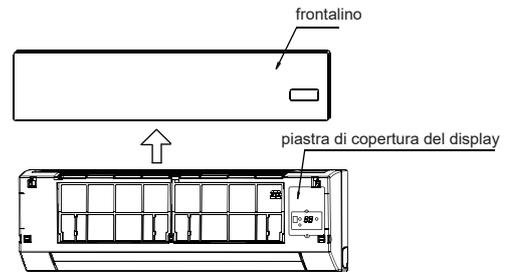

Fig. 7-1
1. Estrarre il frontalino, quindi smontare il coperchio del display (fare riferimento alla Fig 7-1)